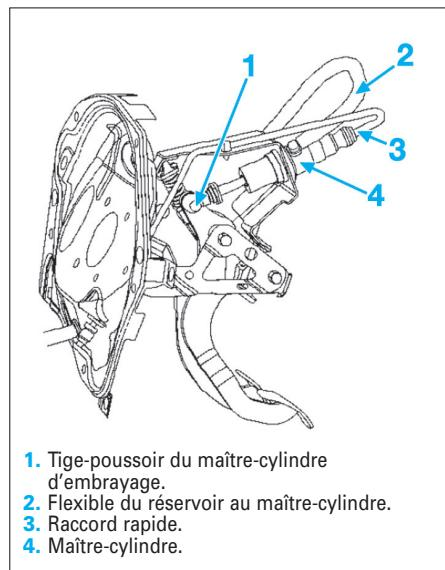

Fig. 7
- le levier de commande de la tige-pousoir du maître-cylindre d'embrayage (1) (Fig.7),